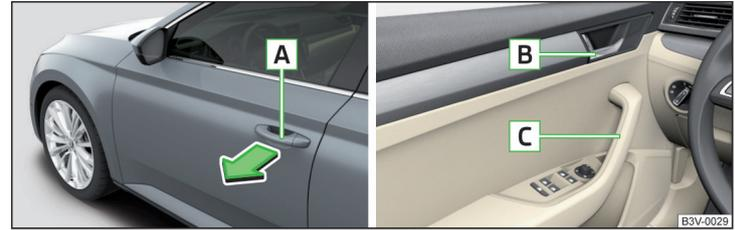

Abb. 48 Türgriff/Türöffnungshebel
- Zum **Öffnen von außen** das Fahrzeug entriegeln und am Türgriff **A** in Pfeilrichtung ziehen » Abb. 48.